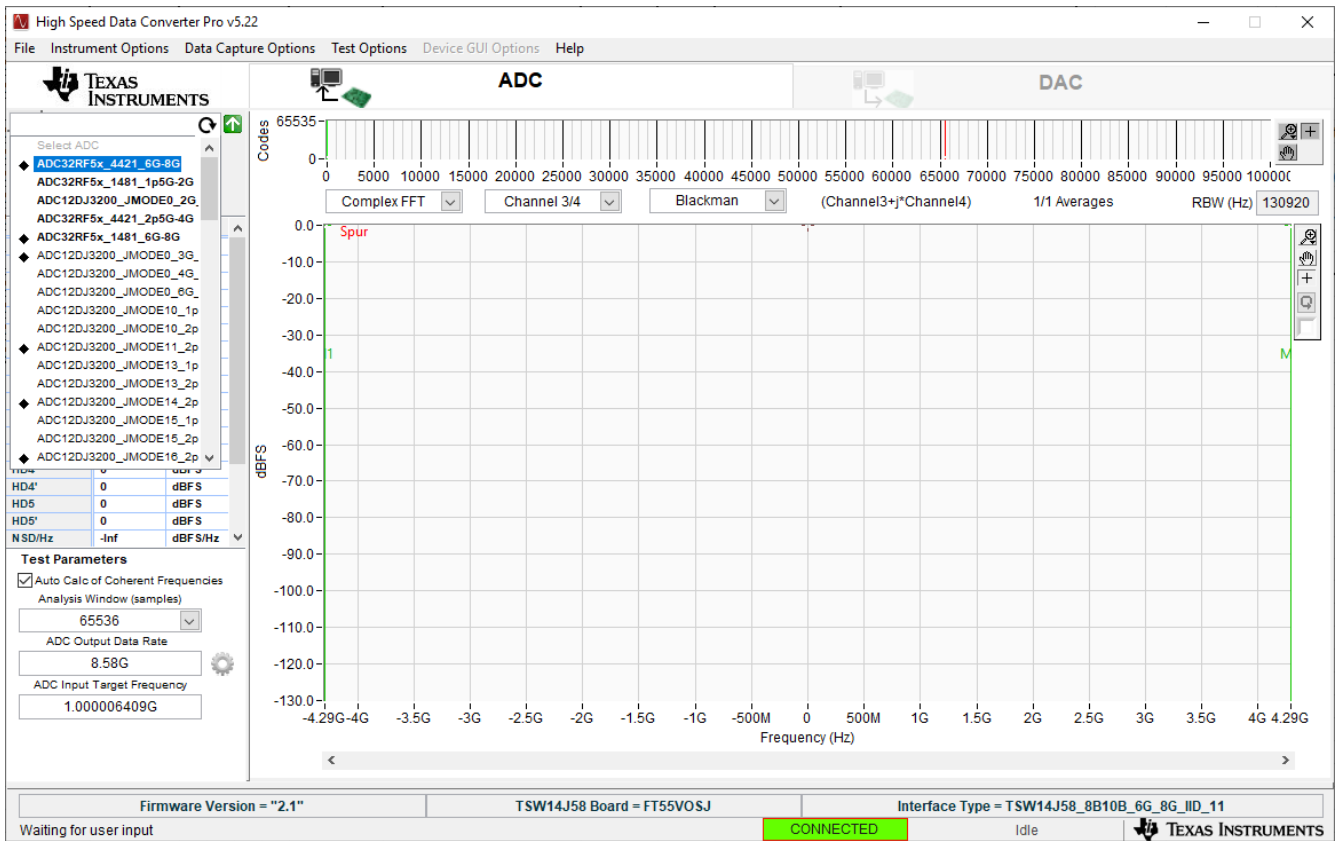

图 3-7. ADC32RF5x_4421_6G-8G INI 文件
8. 在 HSDC Pro 中，连接到 TSW14J58EVM 并选择 *ADC32RF5x_4421_6G-8G* 作为 INI 文件、如 图 3-7 所示。